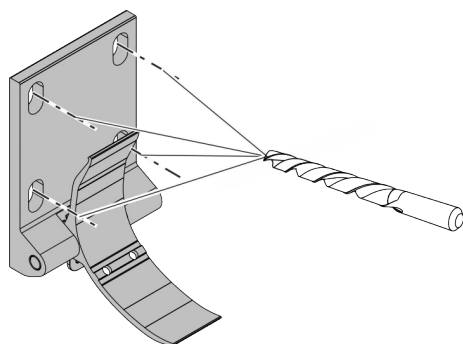

Abb. 12: Löcher bohren
3. ➤ Löcher bohren (Abb. 12) und Befestigungsmaterial je nach Untergrund wählen.